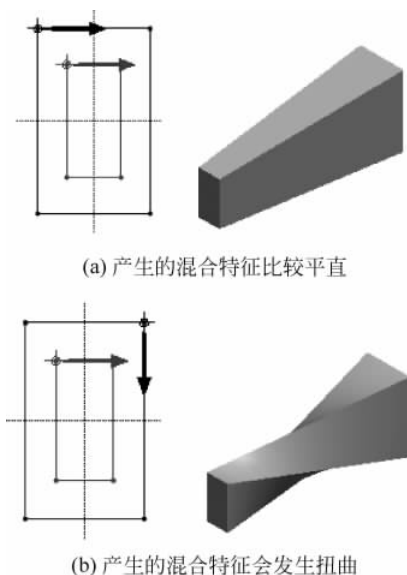

图 3-79 关于混合实体特征的起始点
(1) 起始点如果位于相同的方位，产生的混合特征比较平直，如图 3-79(a)所示。
(2) 起始点如果位于不同的方位，产生的混合特征会发生扭曲，如图 3-79(b)所示。